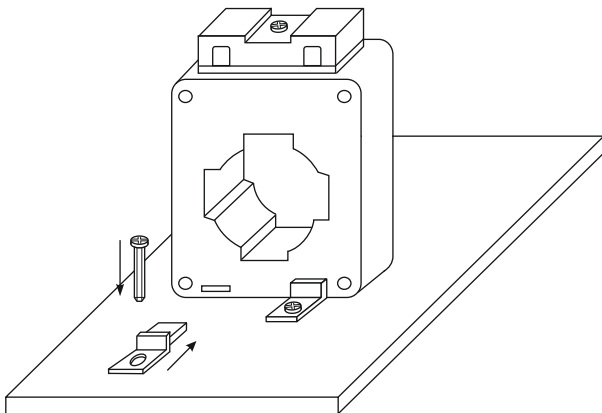

Рисунок 6. Установка трансформаторов на монтажной панели в щитовом оборудовании при помощи держателей
– на монтажной панели в щитовом оборудовании при помощи держателей (рисунок 6).